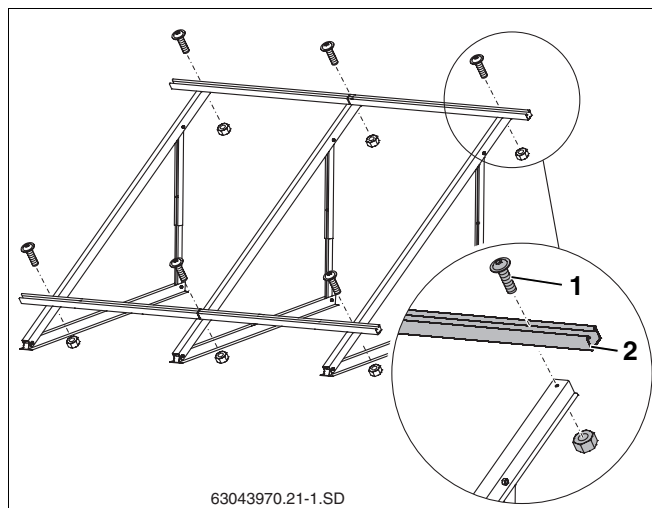

Fig. 34 Montarea șinelor profilate (aici: pentru 2 colectori verticali)
- Șinele profilate premontate (Fig. 34, **Poz. 2**) se strâng ușor cu șuruburi M8x20 (Fig. 34, **Poz. 1**) pentru ca șinele profilate să poată fi încă orientate.